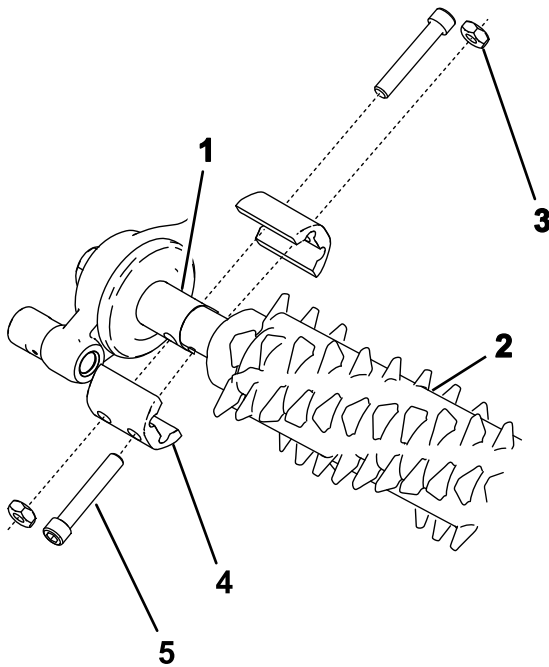

图15
2. 将疏草刀组件与疏草刀驱动箱驱动短轴和总轮总成对齐 图15。
3. 如 图15 所示用 4 个螺栓 $\frac{1}{4} \times 1\frac{1}{2}$ 英寸、4 个锁紧螺母和 4 个轴夹将疏草刀固定到机器。